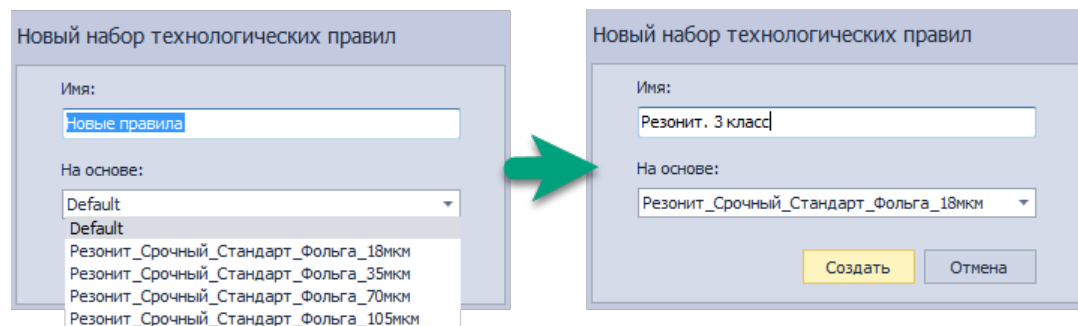

Рис. 386 Окно ввода имени новых технологических правил и выбора шаблона
- Откроется форма с полем ввода имени новых правил (шаблона правил) и выпадающим списком шаблонов существующих правил, см. Рис. 386. В списке необходимо выбрать шаблон, на основе которого будут созданы новые правила. По умолчанию выбран шаблон правил – "Default". После ввода имени и выбора шаблона, на основании которого будет создан новый шаблон правил, нажмите «Создать».